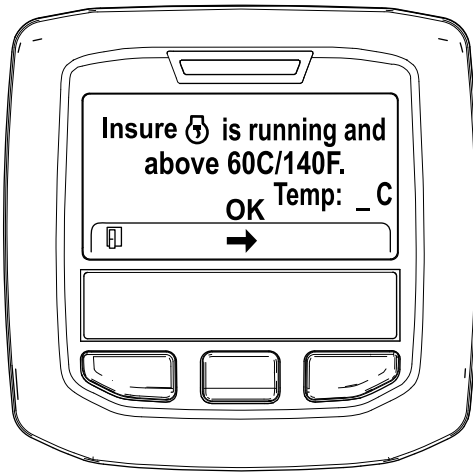

Bild 45
5. Wenn die Kühlmitteltemperatur unter 60°C liegt, wird die Meldung „Insure  is running and above 60C/140F“ angezeigt (Bild 45).